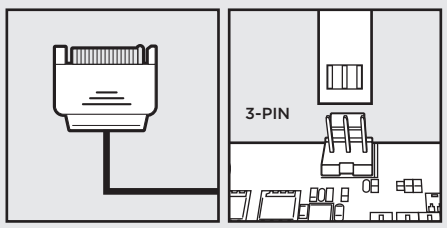

figure 1
- Connectez le câble d'alimentation de la pompe au cavalier CPU_FAN de la carte mère (figure 1).
- Verbinden Sie das Stromkabel der Pumpe mit einem verfügbaren SATA-Netzstecker (Abbildung 1).
- Verbinden Sie das Stromkabel der Pumpe mit dem CPU-Lüfterheader auf dem Mainboard (Abbildung 1).
- Подключите кабель питания насоса к доступному разъему питания SATA (Рис. 1).
- Подключите кабель питания насоса к разъему CPU_FAN на материнской плате (Рис. 1).
- 连接泵电源线至可用 SATA 电源插头 (图 1)。
- 将泵机电源线连接至主板上的 CPU_FAN 接头 (图 1)。